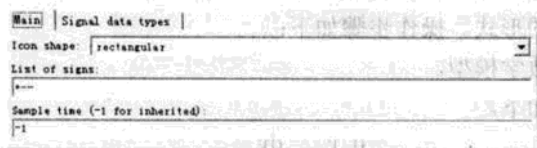

图 6.4 Sum 模块设置对话框
- 对 Sum 模块进行设置, 双击模块弹出设置参数的对话框, 参数设置如图 6.4 所示, 参数 Icon shape 选择 rectangular 选项、List of signs 为 “+—”, 然后单击 OK 按钮。